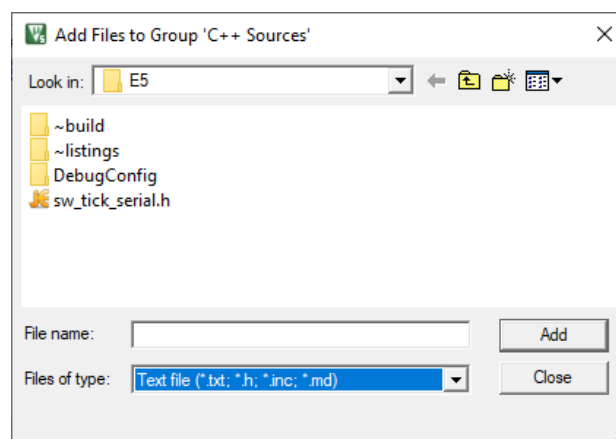

FIGURA 20: diálogo Add Files to Group.
3. Para incluir este fichero dentro del *group* C++ Sources seleccione este *group* en el cuadro del medio y pulse el botón Add Files..., se abrirá el diálogo de inclusión de ficheros al *group*, como se ve en la figura 20. En el campo Files of Type: seleccione Text File (*.txt; *.h; *.inc) —dado que el fichero que quiere añadirse al proyecto tiene extensión .h—. Seleccione el fichero *sw_tick_serial.h* y pulse Add y luego Close. Verá como el fichero *sw_tick_serial.h* queda añadido al *group* C++ Sources.